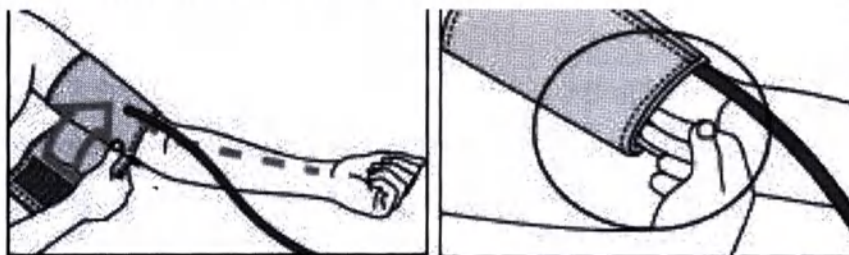

Рисунок 9.9 – Наложение манжеты АД на руку
1. Наложите манжету на левое предплечье таким образом, чтобы место соединения манжеты с воздушной трубкой находилось на внутренней стороне руки (вдоль артерии) на одной линии со средним указательным пальцем (см. рисунок 9.9). Манжета не должна одеваться поверх рукава одежды. Ничего не должно пережимать руку, на которую одевается манжета, иначе результаты измерения будут искажены или измерение будет невозможным.